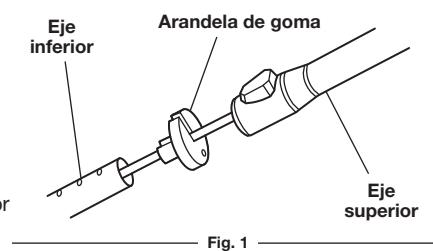

Fig. 1
- Saque y deseche la arandela de goma (Fig. 1).